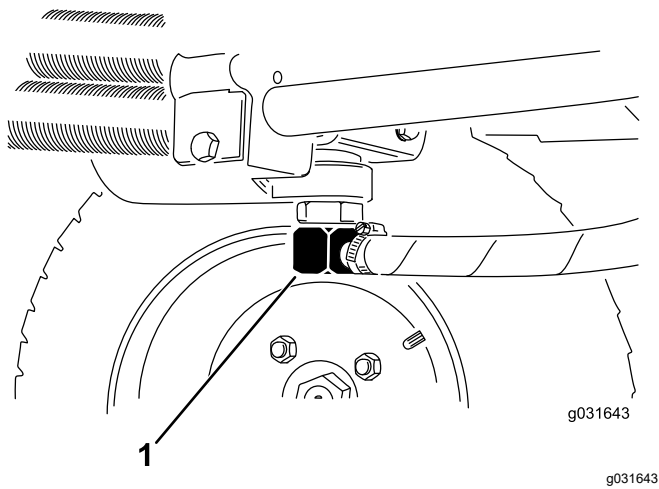
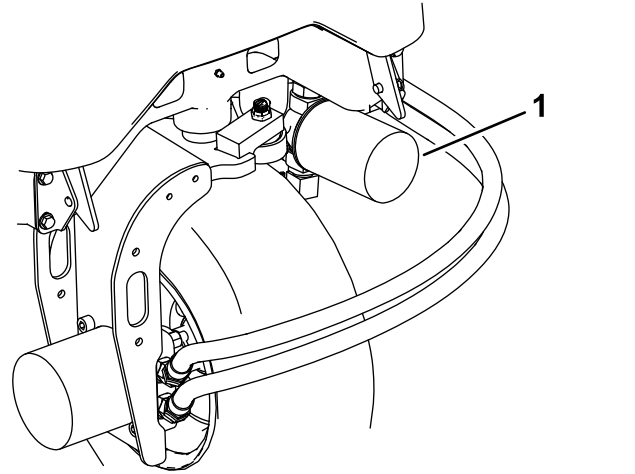

图 66
图 68
2. 断开液压管线与油箱的连接或卸掉液压油滤芯让液压油流入放油盘 图 68和 图 66。
3. 液压油停止排出时安装液压管线图 66。
3. 清洁滤芯安装区周围的区域在滤芯下面放置一个放油盘然后拆下滤芯图 68。